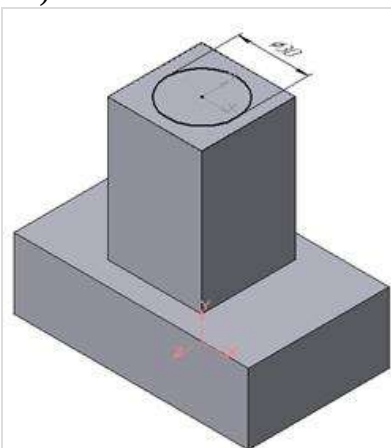
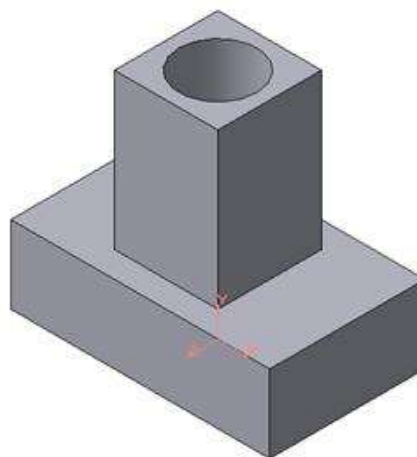

Рисунок 54 - Эскиз отверстия
Рисунок 55 - Операция вырезания отверстия
6. С помощью параллельных вспомогательных прямых по команде Ввод вспомогательной параллельной прямой на панели инструментов строим каркас нашей детали (оранжевый цвет) относительно прямых, полученных на рис. 43, по размерам, указанным на рис. 55. Параметры для параллельных прямых вводим в окне **ds** «строки параметров» по команде <Alt>+<s>.
3. Для создания цилиндрического отверстия на верхней грани призмы вычертим эскиз отверстия – окружность радиусом 15 мм (рис.54) и вырежем отверстие выдавливанием на глубину 40 мм (рис.55).